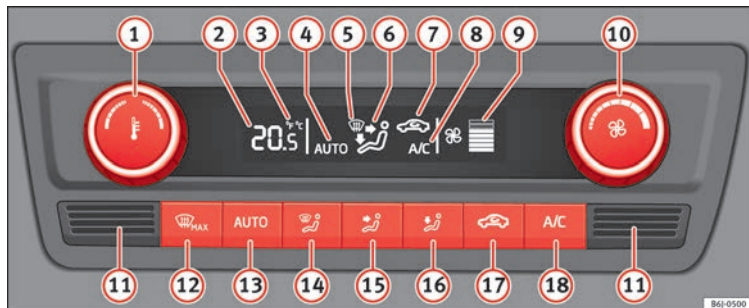

Fig. 171 Climatronic: elementos de utilização.
-  **18** » **Fig. 171** ligado.
Ao pressionar um botão ativar-se-á a função correspondente, colocando em funcionamento o climatizador se estiver desligado, exceto com o botão **17** » **Fig. 171** (recirculação).
- Rode o comando **10** para a esquerda até que se apaguem os segmentos da coluna **9** » **Fig. 171**.
- Pressione o botão  **13** » **Fig. 171**.
Mantenha pressionados simultaneamente durante **2 segundos** os botões  e  » **Fig. 171**. No ecrã aparecem os dados nas unidades pretendidas.
• Na parte inferior, encontra-se o sensor da temperatura interior **11** » **Fig. 171**. Não o cubra com adesivos ou de qualquer outra forma, já que pode influenciar negativamente o funcionamento do Climatronic.
- Pressione o botão  **13** » **Fig. 171**, no ecrã aparece **AUTO**.
- Ao ligar a ignição, pode utilizar o comando **1** » **Fig. 171** para ajustar a temperatura interior desejada.
- Pressione o botão  **17** » **Fig. 171**, no ecrã aparece o símbolo .
- Rode o comando **10** » **Fig. 171** para a esquerda (diminuir a velocidade) ou para a direita (aumentar a velocidade).
- Pressione o botão  **12** » **Fig. 171**.
- Pressione várias vezes o botão  **12** » **Fig. 171**, ou pressione o botão .